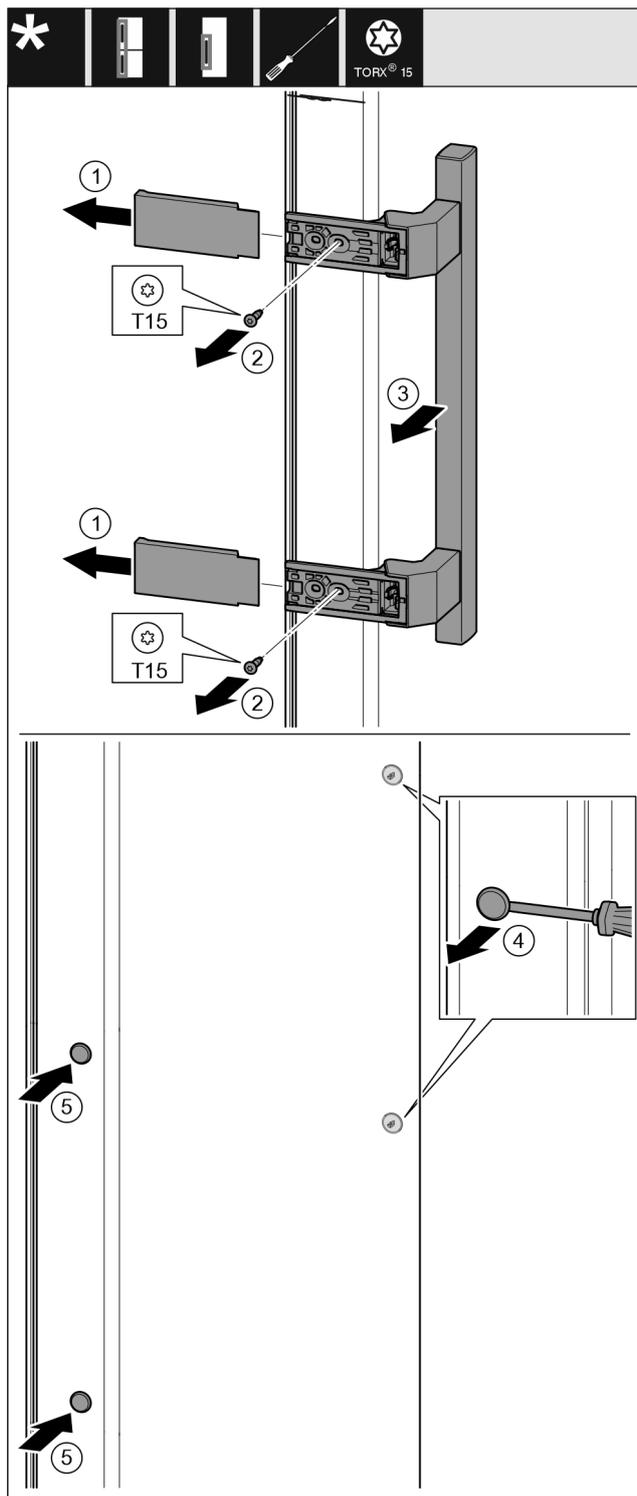

Fig. 14
- ▶ Rimuovere la copertura. Fig. 14 (1)
- ▶ Svitare le viti con un cacciavite Torx 15. Fig. 14 (2)
- ▶ Rimuovere la maniglia. Fig. 14 (3)
- ▶ Sollevare il tappo laterale con cautela con un cacciavite a taglio e estrarlo. Fig. 14 (4)
- ▶ Reinscrivere il tappo sull'altro lato. Fig. 14 (5)